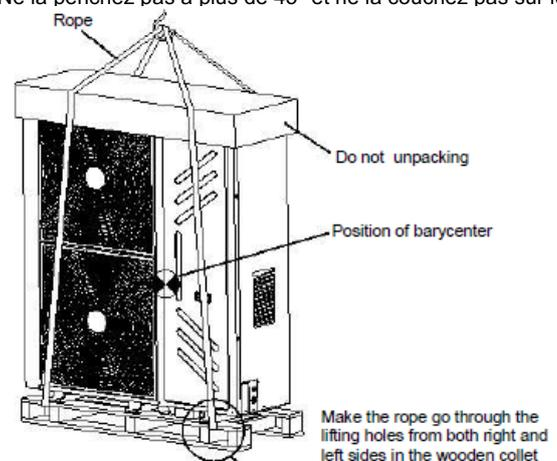

Fig. 4-5
- 2) Maintenez l'unité à la verticale quand vous la déplacez et la manipulez. Si le barycentre de l'unité ne se trouve pas au centre de l'unité, ne la penchez pas à plus de 30°. Voir la Fig. 4-5. Soyez prudents quand vous déplacez et soulevez l'unité.